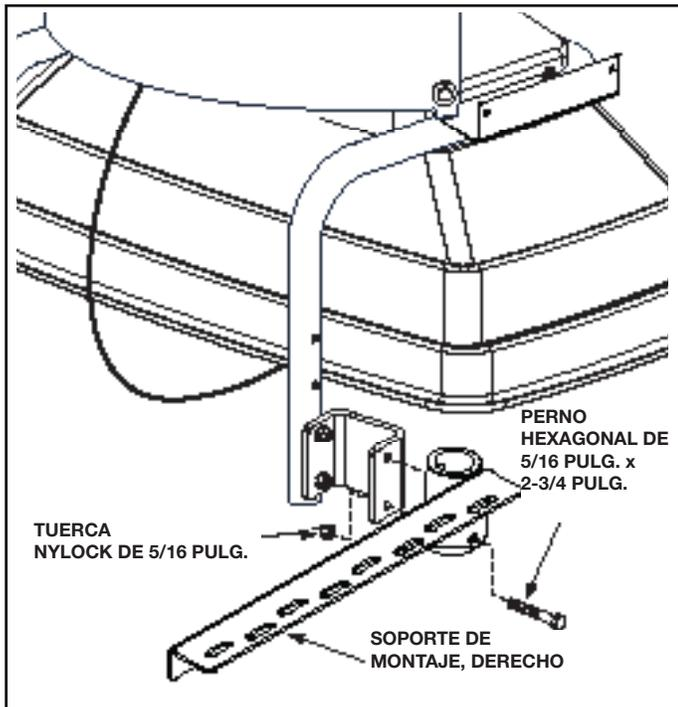

FIGURA 5
- Una el soporte de montaje del lado derecho al soporte de extensión, como se muestra en la Figura 5, usando dos pernos hexagonales de 5/16 pulg. x 2-3/4 pulg. y tuercas Nylock de 5/16 pulg. **Apriete.** Repita en la otra pata del armazón con el soporte de montaje del lado izquierdo.